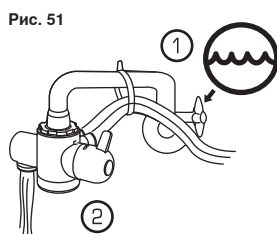

Рис. 51
23. **Включите** холодную воду (1) и оставьте ручку дивертора в положении "очищенная вода" (2) (рис. 51).